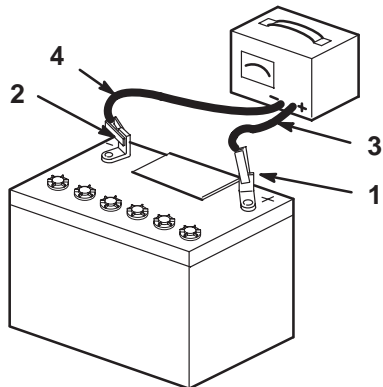

Figure 56
4. Quand la batterie est chargée au maximum, débranchez le chargeur de la prise, puis débranchez les fils du chargeur des bornes de la batterie (Fig. 56).